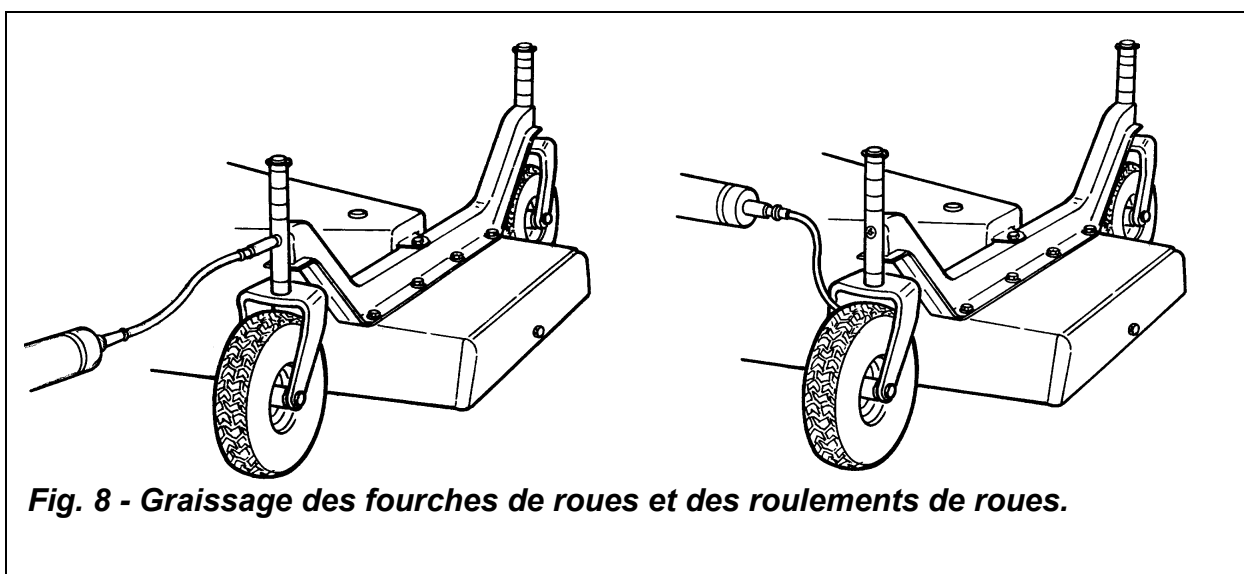

Fig. 8 - Graissage des fourches de roues et des roulements de roues.
1. **graisser l'arbre à cardan, les fourches des roues et les roues.** Pour le cardan, deux à trois coups de graisseur par croisillon sont suffisants ainsi que pour les arbres télescopiques; procéder de la même façon pour les fourches des roues et les roues (**voir fig. 8**). En ce qui concerne le cardan, suivre les instructions contenues dans le manuel d'utilisation et d'entretien du constructeur de cardan.